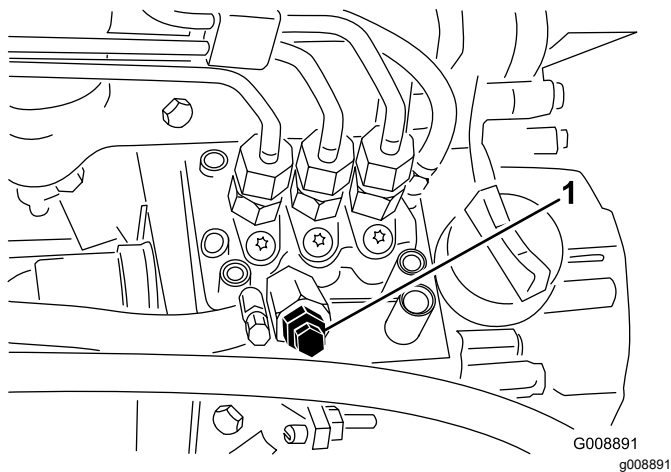

Figure 34
4. Desserrez la vis de purge sur la pompe d'injection (Figure 34).